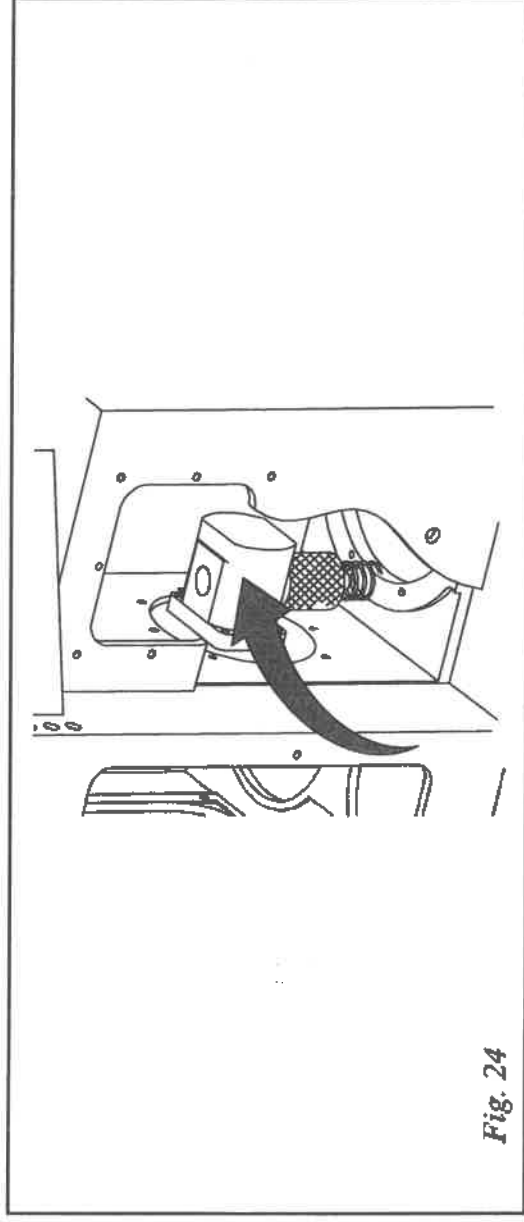

Fig. 24
b) Verificare inoltre che non vi siano perdite d'olio in pressione dal corpo pompa (cod. 02001640, tav. 4) (Fig. 24).